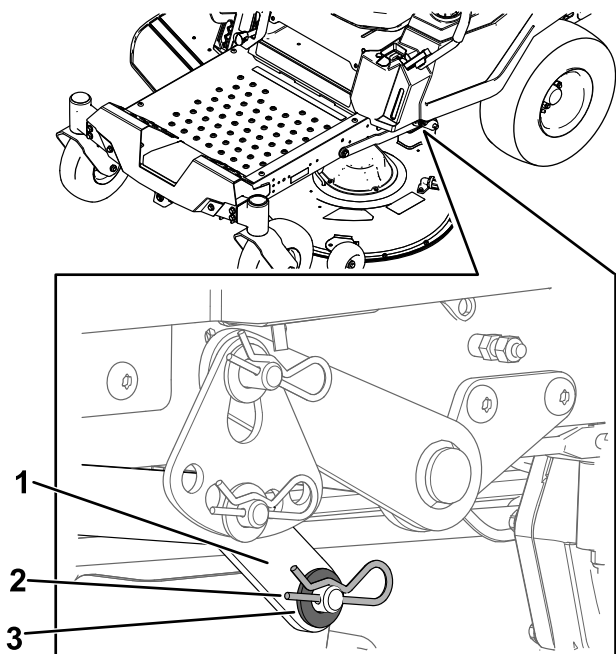

Figure 71
7. D'un côté de la machine, retirez la rondelle et la goupille fendue de l'axe du plateau (Figure 71).
8. Déposez le bras de levage de l'axe du plateau (Figure 71).
5. D'un côté de la machine, soulevez l'arrière du plateau de coupe et installez le bras de levage sur l'axe du plateau (Figure 71).
6. Installez le bras de levage avec la rondelle et la goupille fendue (Figure 71).